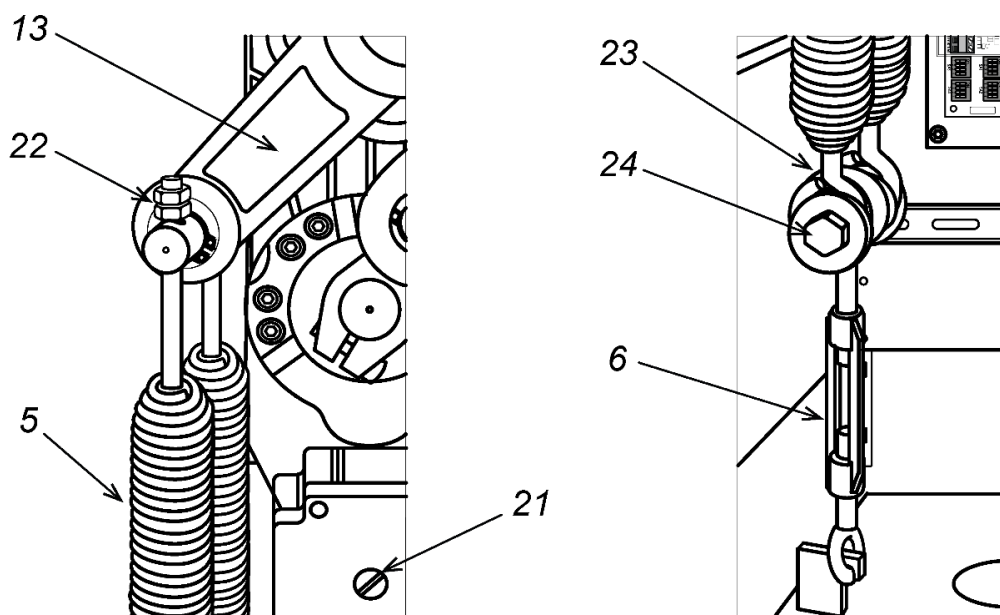

Рисунок 13. Установка балансировочных пружин
Опорная стойка **PERCo-GBS1** состоит из стойки прямоугольного сечения с опорным фланцем и ловителя стрелы (см. рис. 13).
1. Выполните в установочной поверхности отверстия в соответствии с разметкой (рис. 13). Ось опорной стойки должна совпадать с продольной осью стрелы шлагбаума (обращаем внимание, не с осью стойки шлагбаума!, см. рис. 7). Размер отверстий на схеме указан для анкеров типа PFG IH10 («SORMAT»), при использовании других типов анкеров необходимо выполнять отверстия соответствующих им диаметра и глубины.
Вместо стационарной стойки **PERCo-GBS1** можно использовать подвесную опорную стойку **PERCo-GBS2**, которая крепится непосредственно на стреле шлагбаума (см. рис. 13). В вертикальном положении стрелы подвесная стойка складывается под собственным весом. При монтаже на стреле необходимо предварительно закрепить на заклепках монтажный швеллер из комплекта поставки опорной стойки (см. Инструкцию по монтажу из комплекта подвесной стойки), на который затем монтируется корпус опорной стойки.